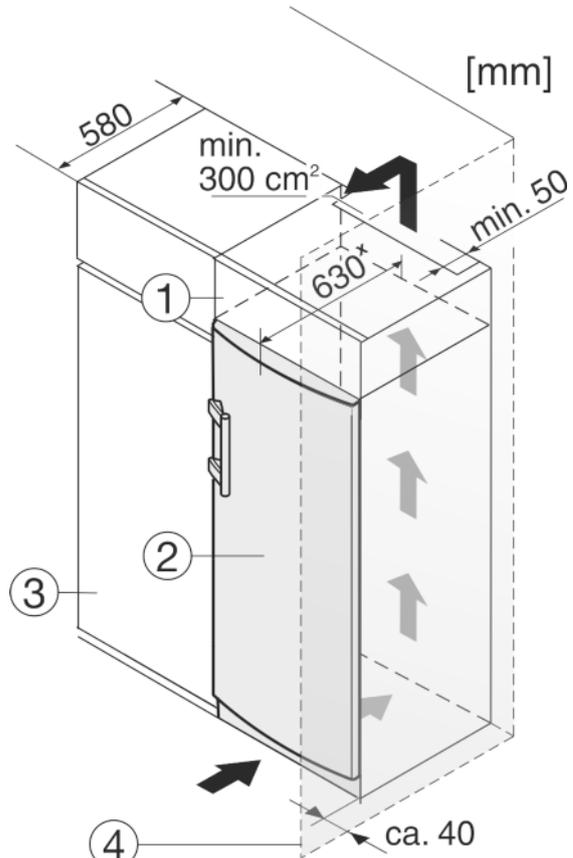

Fig. 10
(1) Élément haut
(2) Appareil
(3) Placard de cuisine
(4) Mur
L'appareil peut être entouré de meubles de cuisine. Pour adapter l'appareil *Fig. 10 (2)* à la hauteur des placards de la cuisine intégrée, on peut placer un élément haut *Fig. 10 (1)* au-dessus de l'appareil.
Lors de la transformation avec des placards de cuisine (profondeur max. 580 mm), l'appareil peut être placé directement à côté du placard de cuisine *Fig. 10 (3)*. L'appareil dépasse latéralement de 34 mm* et de 50 mm* au centre de l'appareil par rapport à la face avant du placard de cuisine.
Si l'appareil est installé avec les charnières à côté d'un mur *Fig. 10 (4)*, la distance entre l'appareil et le mur doit être de 40 mm min. Ceci correspond à la saillie de la poignée lorsque la porte est ouverte.